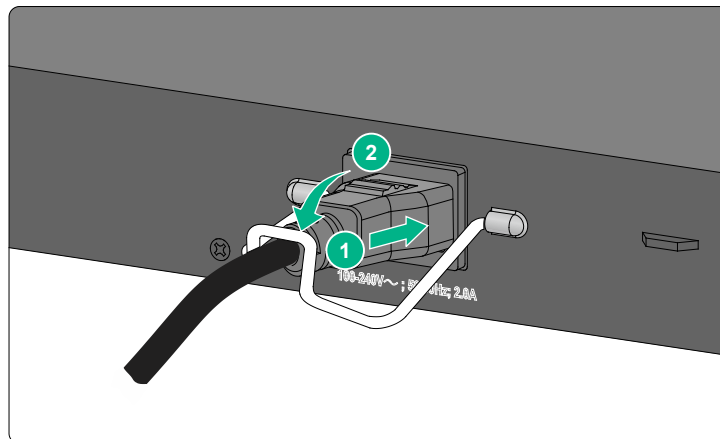

図 3-31 装置への電源ケーブルの接続例(2)
- 3) 図 3-31に示すように、AC 電源ケーブルのコネクタを電源モジュールのレセプタクルに接続します。